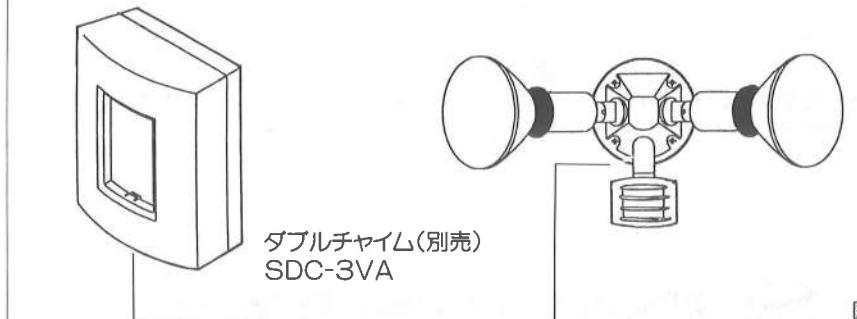

図9
- 本機に新興製作所ダブルチャイムSDC-3VA(別売)を接続しますと、ライトとチャイムが同時に作動します。(図9参照)